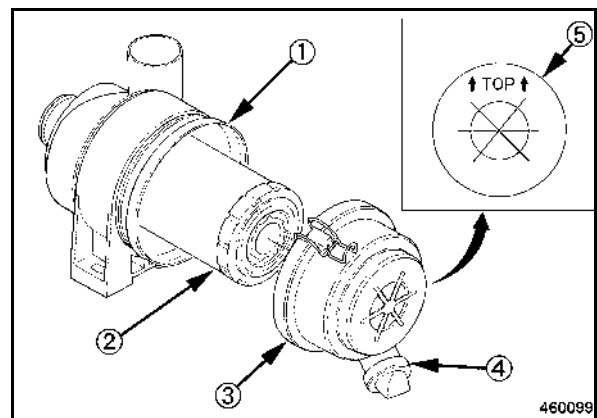

fig. 95
- En service normal, ouvrir le clapet d'évacuation (4) (fig. 95) une fois par semaine (ou quotidiennement lors d'un service dans un environnement poussiéreux) pour évacuer la poussière et les crasses.